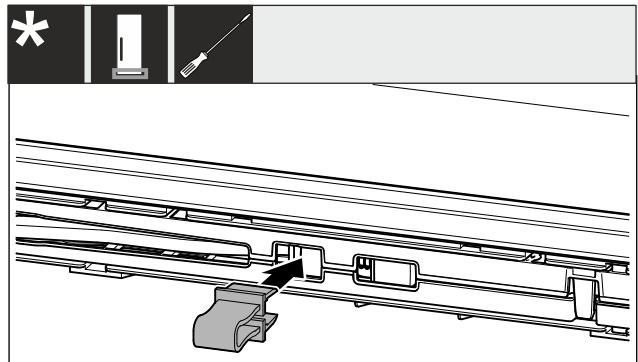

Fig. 4
- ▶ Fixați în poziție siguranța în deschizătură Fig. 4 ()